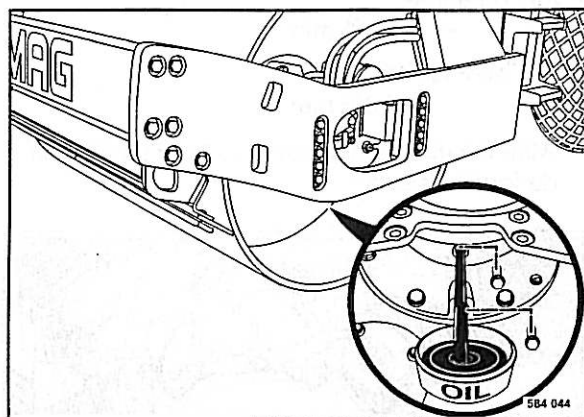

Fig. 112
- Estacionar el rodillo de forma que los tapones de descarga y llenado 2 (Fig. 112) se encuentran en el punto más abajo.